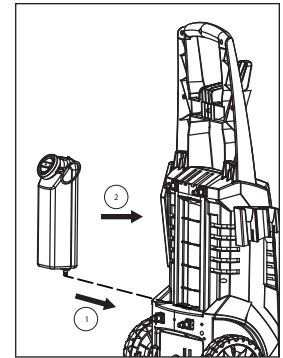

Figure 6 - Assembler la bouteille de détergent dans l'unité
4. Assembler la bouteille de détergent dans l'unité en insérant la sortie de la bouteille dans l'orifice correspondant de l'unité et presser la bouteille dans l'unité (voir la figure 6).